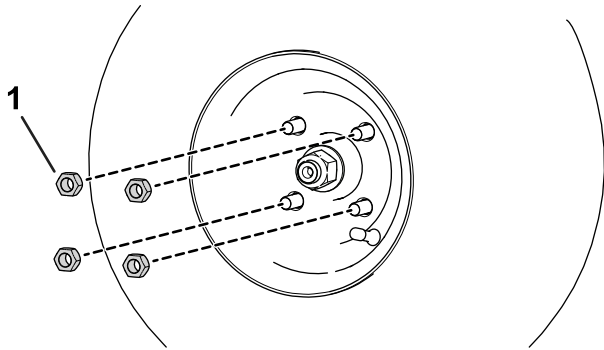

図 60
- A. ホイールラグナットをゆるめて外す 図 60。
- B. ホイールラグナットを取り付ける 図 60。